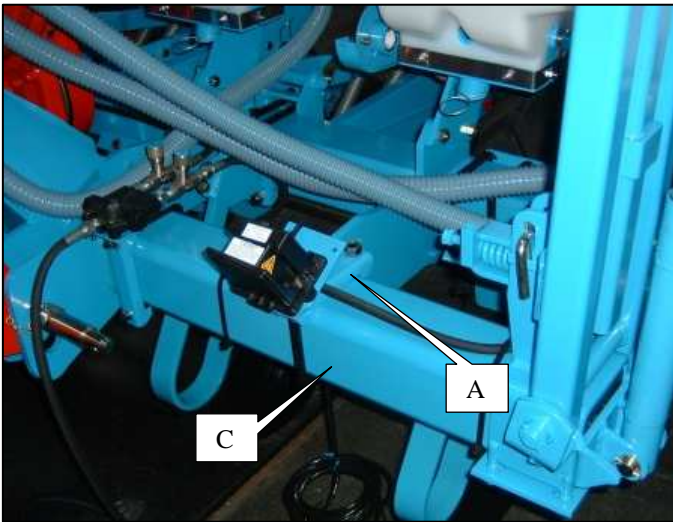
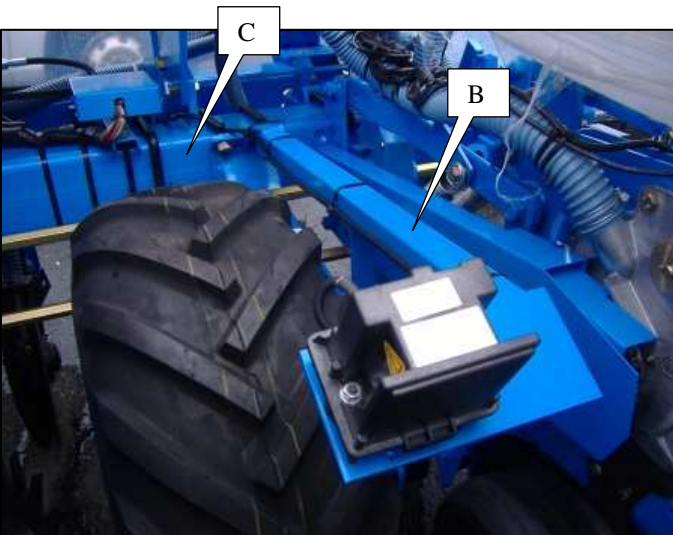

Fig. 1
Fig. 2
- Ajustar la posición del captador con las dos tuercas de bloqueo A (fig. 2) de tal manera que **el extremo del captador se encuentre a una distancia de 1,5 a 2,5 mm de la arista del árbol hexagonal.**
-**Nei modelli MECA V4, MS, NC e NG+**, montare la scatola sensore E (fig. 2) sulla trave del telaio con la staffa e i chiodi forniti in dotazione.
-Aggiustare la posizione del sensore con le due viti di fissaggio A (fig. 2) in modo tale che **l'estremità del sensore si trovi a 1,5-2,5 mm dall'arresto dell'albero esagonale.**
Le kit de montage comprend un support de fixation sur semoir A (Fig.1) ou un support de fixation sur bloc roue B (Fig.2)
-Installer le support sur le châssis du semoir C (voir Fig.1 et 2).